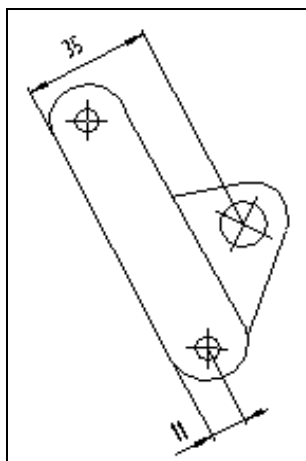

Рис. 11.22. Построение размера между отрезком и центром отверстия
- ◆ задайте точку **т3** положения размерной линии с текстом (рис. 11.22). Размер построен.